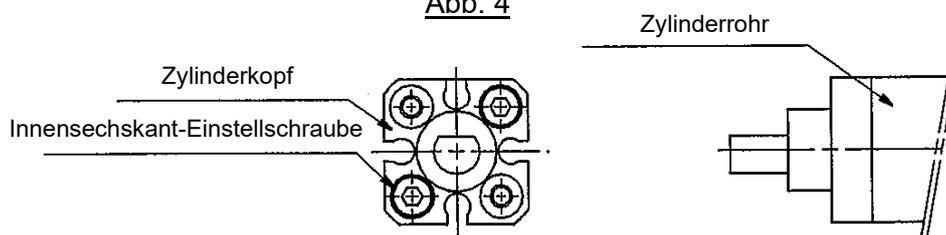

Abb. 5 $\varnothing 12$
[Methode zur Änderung der Richtung der Kolbenstange mit Kolben- \varnothing 12](Abb. 5)
- ① Wenn der Zylinder aufgrund einer Leckage oder einer Beschädigung des Stoßdämpfers nicht mehr funktioniert, ersetzen Sie den Dichtsatz und den Stoßdämpfer. Bestellnummern siehe ich in der Tabelle mit den Einzelteilen zwar nicht... aber im JP Dokument wird es genauso beschrieben...
- ② Ersetzen des Ø12-Dichtsatzes: Entfernen Sie die beiden Zylinderkopf Befestigungsschrauben, wie in Abbildung 5 gezeigt. Ziehen Sie die Kolbenstangenbaugruppe und die Zylinderkopfbaugruppe aus dem Zylinderrohr. Nachdem Sie die Dichtungen ausgetauscht haben, setzen Sie die Kolbenstangenbaugruppe und die Zylinderkopfbaugruppe in das Zylinderrohr ein. Tragen Sie Schraubkleber auf die Zylinderkopf Befestigungsschrauben auf und setzen Sie diese wieder in die Zylinderbaugruppe ein.